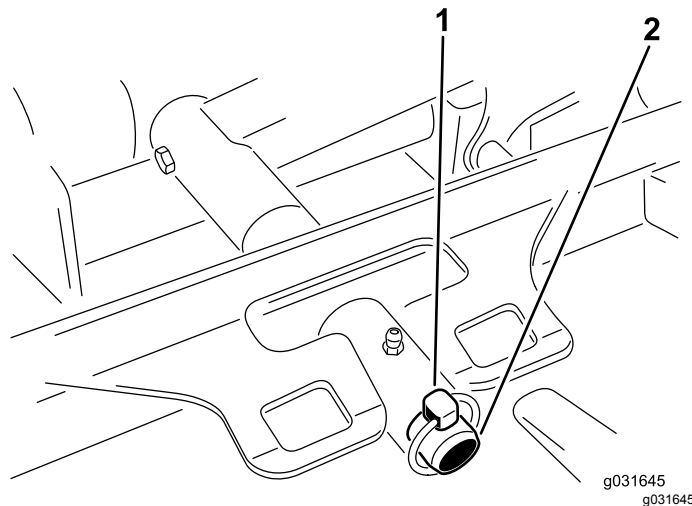

Bild 70
3. Entfernen Sie den Klappstecker oder die Befestigungsmutter, mit der der Mähwerkträgerahmen am Hubarm-Lagerbolzen befestigt ist (Bild 70).
3. Schieben Sie den Mähwerkträgerahmen auf den Lagerbolzen des Hubarms und befestigen Sie ihn mit dem Klappstecker oder der Befestigungsmutter (Bild 70).